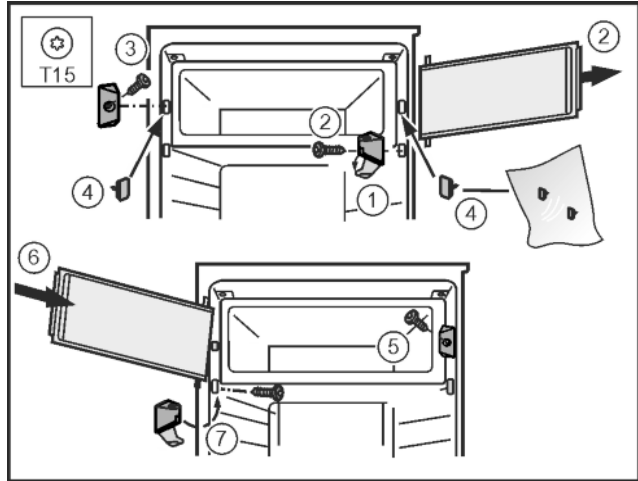

Fig. 14
- ▶ A fedelet billentse el a csapágybakról. Fig. 14 (1)
- ▶ A fagyasztófiók ajtajának levétele: T15 csavarhúzóval csavarozza le a csapágybakot. Fig. 14 (2)
- ▶ T15 csavarhúzóval csavarozza le a záróidomot. Fig. 14 (3)
- ▶ A megüresedett lyukakat zárja le a tartozék dugókkal. Fig. 14 (4)
- ▶ T15 csavarhúzóval szerelje fel a záróidomot. Fig. 14 (5)
- ▶ Helyezze be fent a fagyasztórekesz ajtaját. Fig. 14 (6)
- ▶ Szerelje fel a csapágybakot, és hajtsa rá a fedelet. Fig. 14 (7)